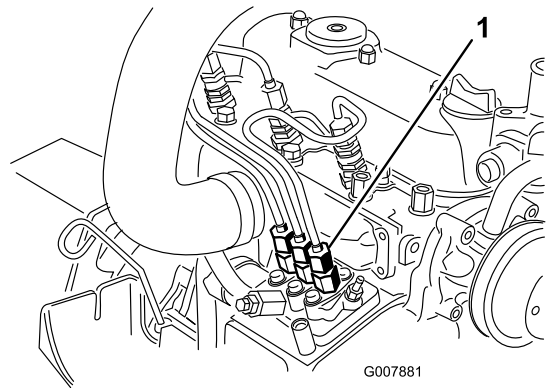

Bild 46
- Legen Sie einen Lappen unter den Schlauchanschluss von der Einspritzpumpe zur 1. Einspritzdüse, siehe Bild 46.